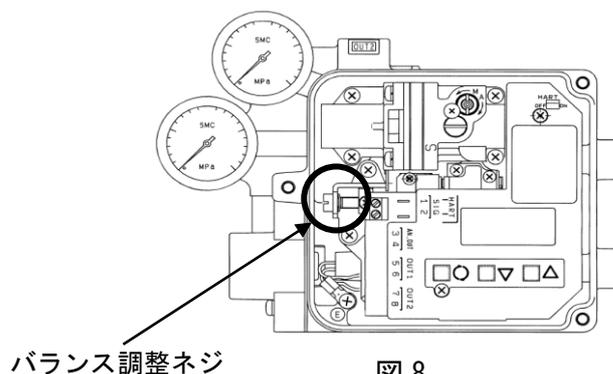

図 8
*7: バランス調整ネジの位置は図 8 を参照願います。マイナスドライバーを使用し、調整を行ってください。反時計方向に回すと圧力が低